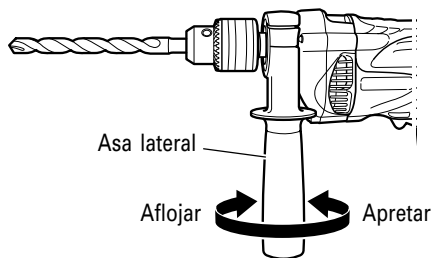

Fig. 6
10. Montar el asidero lateral (Fig. 6)